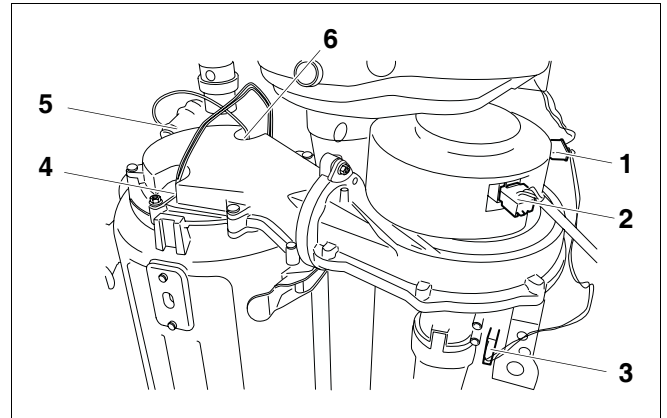

Abb. 52 Steckverbindungen
- Steckverbindungen (Abb. 52, **Pos. 1, 2 und 3**) von Gebläse und Gasarmatur abziehen.
- Stecker vom Glühzünder (Abb. 52, **Pos. 4**), Brennerthermostat (Abb. 52, **Pos. 5**) und Ionisationselektrode (Abb. 52, **Pos. 6**) lösen.